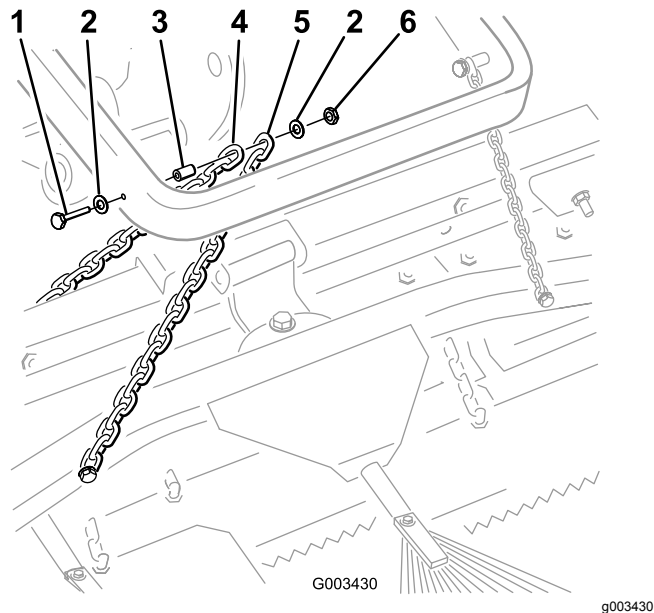

图6
- B. 如**图6**所示使用1个螺栓 $\frac{3}{8}$ x 2 $\frac{1}{2}$ 英寸、2个垫圈 $\frac{3}{8}$ x $\frac{7}{8}$ 英寸、1个隔片和1个螺母 $\frac{3}{8}$ 英寸将每个链条固定到提升臂的外侧。